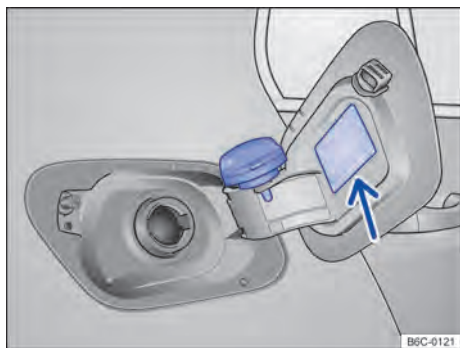

Fig. 126 Portinhola do tanque de combustível aberta com a tampa do tanque de combustível pendurada.
- Remover a tampa do tanque girando-a no sentido anti-horário e encaixá-la no suporte na portinhola do tanque → Fig. 126.